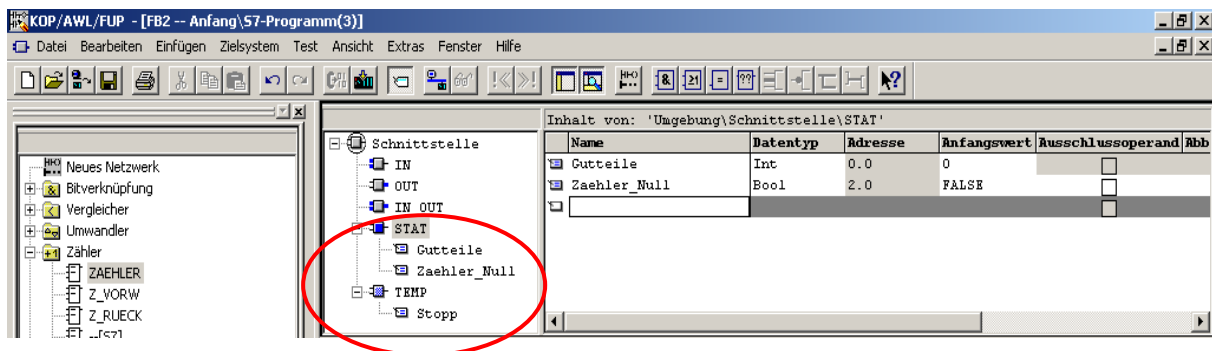

Bild 4-34: Deklaration lokaler Variablen in Step7: Der Funktionsbaustein erlaubt neben den Parametern
Bild 4-34 zeigt, dass in Funktionsbausteinen (FB) neben temporären Variablen auch statische deklariert werden können.